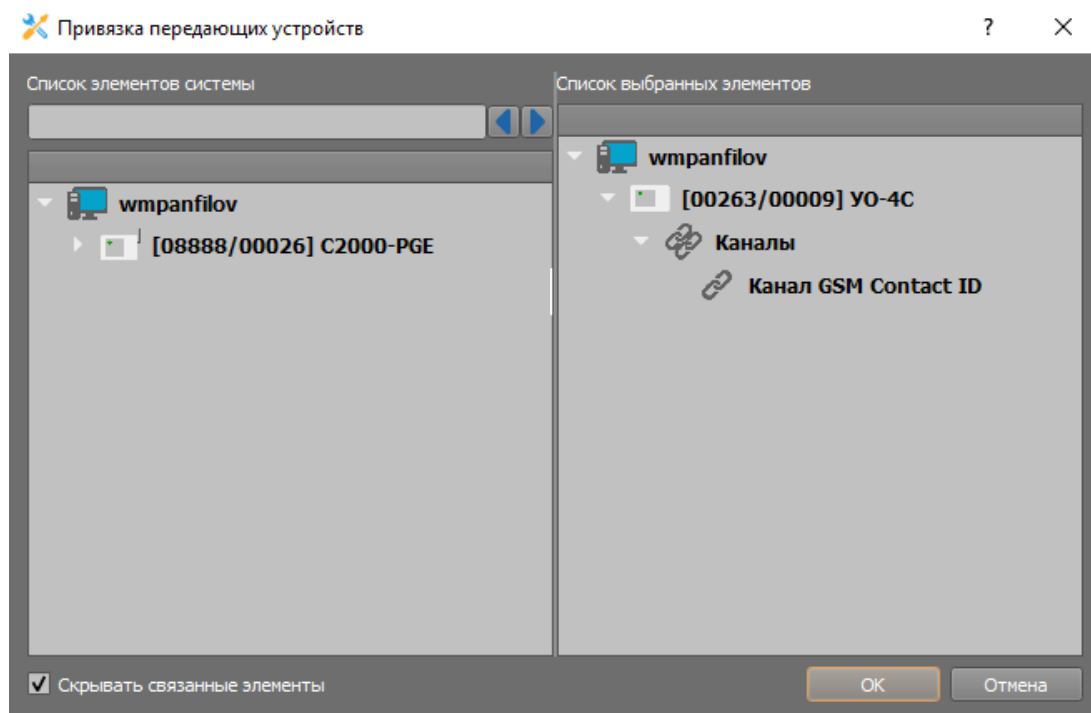

Рисунок 3-41. Привязка канала «УО-4С» к каналу УОПа
6. Двойным нажатием на свободное место таблицы привязки вызовите окно мастера привязки каналов ПОО к каналам УОПа. В списке свободных элементов системы найдите созданный канал ПОО «УО-4С» и перетащите его в список выбранных элементов, нажмите «ОК». После завершения работы мастера привязки в таблице будет показан привязанный канал и полный путь до ПОО «УО-4С» (Рисунок 3-41). Примените изменения, нажав на кнопку «Применить».